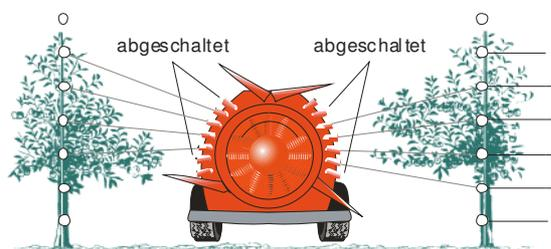

Abb. 2b: Anpassen an die Baumhöhe durch Düsenabschaltung (mit Luft-Drall)
4.) Sichtkontrolle und Einstellen auf veränderte Behandlungsgrenzen⁶ (Abb. 2b oder 3b)